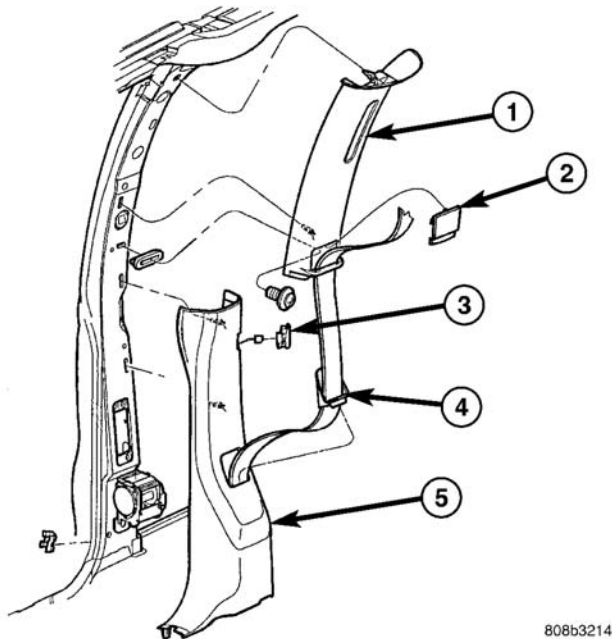

图 3 下 B 柱装饰盖
- (1) 将下座椅安全带盖向后滑，以露出固定装置螺栓。
- (2) 卸下将下座椅安全带固定装置固定到地板的螺栓。
- (3) 拆卸上 B 柱装饰盖。
- (4) 自 B 柱装饰板拆卸检查板（图 3）。
- （1）将下 B 柱装饰盖装到车辆上（图 3）。
- （5）自装饰盖拆卸肩部安全带框（图 3）。
- （1）经由 B 柱装饰板与带子导管插入座椅安全带（图 3）。